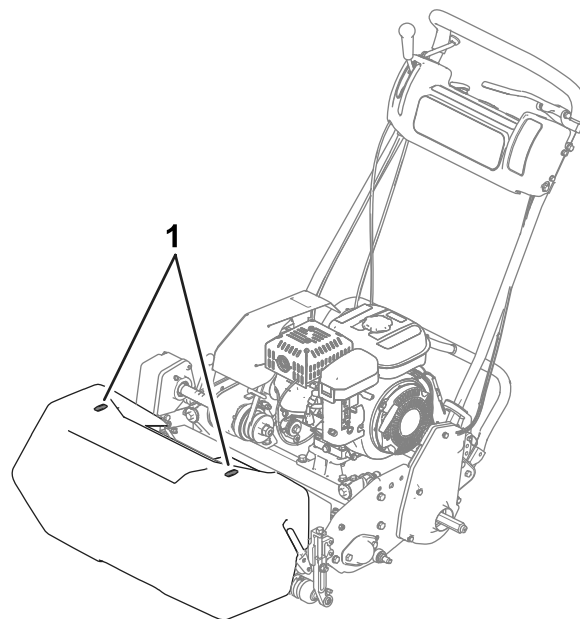

Figura 20
- Para ayudarse a segar en línea recta a través del green, y para mantener la misma distancia del borde de la pasada anterior, utilice las rayas de alineación del recogedor (Figura 20).